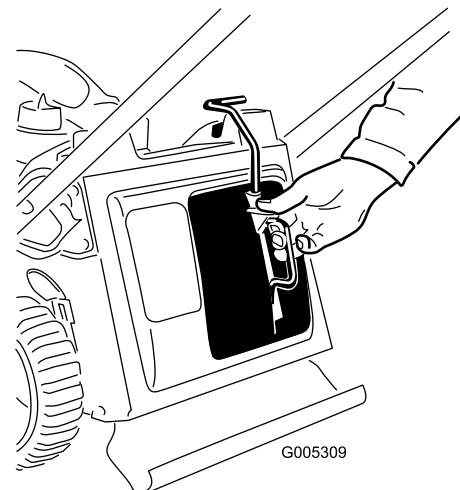

Bild 25
1. Nehmen Sie den Mulchverschluss ab (Bild 25).